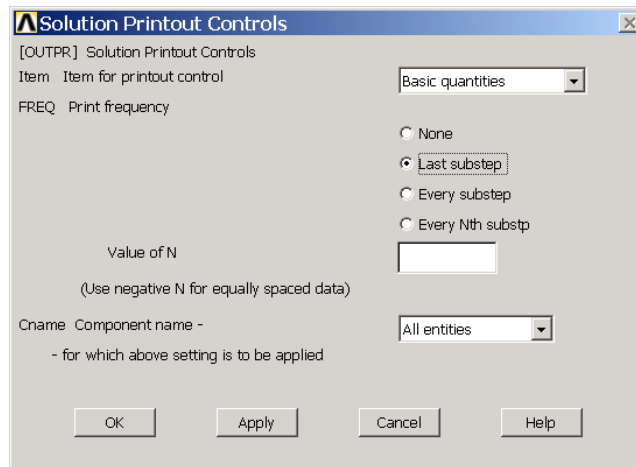

图10.50 输出控制对话框
(5) 单击 Main Menu>Solution>Load Step Opts>Output Ctrl>Solu Printout 菜单，弹出如图 10.50 所示的对话框。在【Print frequency】选项组中选择【Last substep】单选按钮，然后单击【OK】按钮确认。